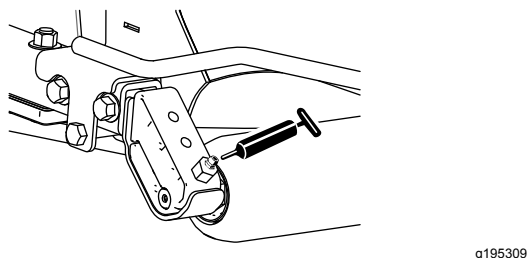

Рисунок 44
- Подшипники заднего валика (по 2 шт. на режущий блок) (Рисунок 44)